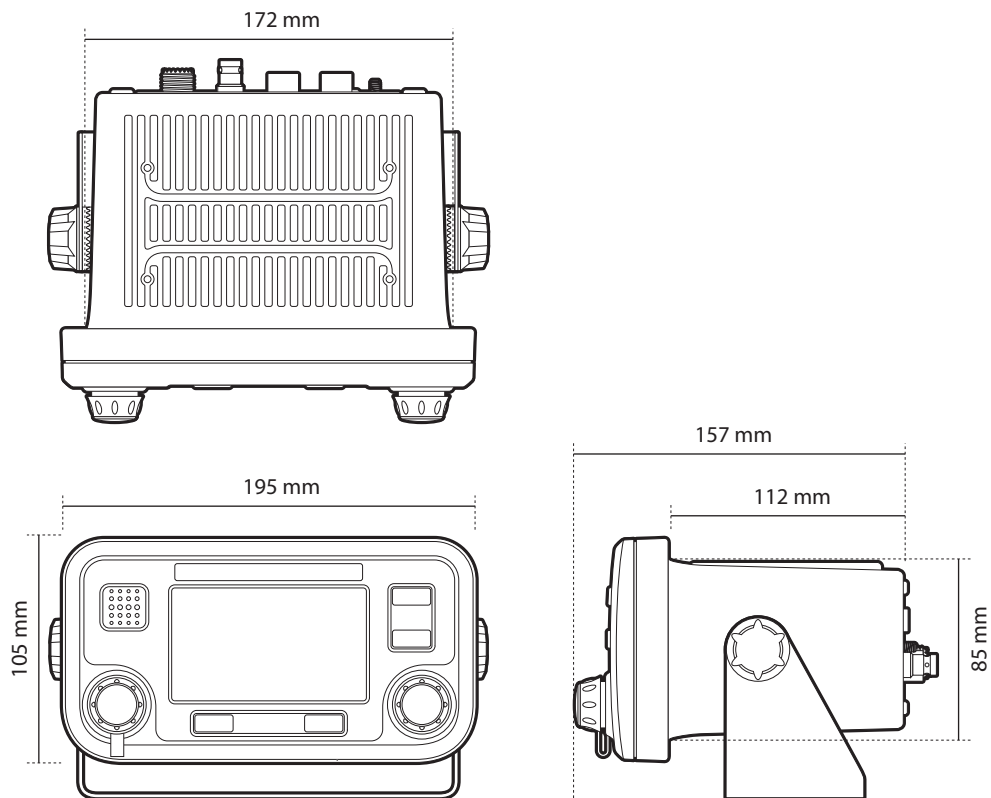

Abbildung 32 Abmessungen des AIS-Transponders
- Für das Verlegen der Kabel sollte um den AIS-Transponder herum ausreichend Platz vorhanden sein. Weitere Informationen zu den Abmessungen des AIS-Transponders finden Sie in Abbildung 32.